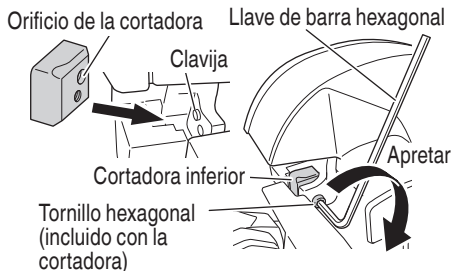

Fig. 39
- (3) Alinee el orificio de la cortadora con la posición de la espiga y acople la cortadora. (Fig. 39)